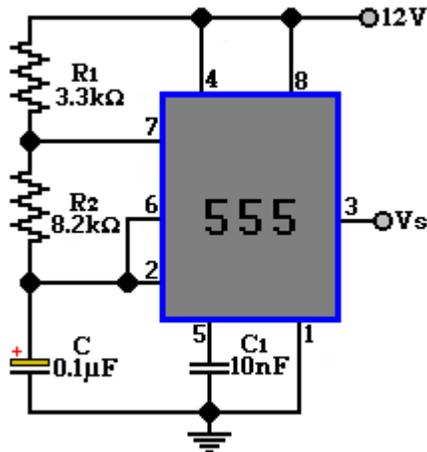

Figura 1.1
2. Desarrollar el análisis teórico de la figura 1.1, para los valores de las resistencias que se piden en la tabla 1.1, éste deberá ser entregado al profesor del laboratorio al inicio del mismo.
- Arme el circuito de la figura 1.1.
6. Realice una tabla comparativa que incluya los datos teóricos del circuito de la figura 1.1 (Tabla 1.1) con los valores obtenidos prácticamente. Comente sus resultados.